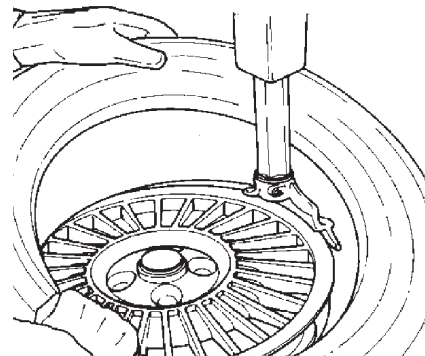

Fig. 4.2-3
B. Verrouiller la plateau tournant et le faire pivoter de manière à ce que la vanne soit à la position 2 heures. Mettre le pneu sur la jante. Incliner la colonne en avant et mettre la tête de montage/démontage en position de travail. (Fig. 4.2-3) Positionner le talon inférieur sur la tête de montage/démontage et SOUS le doigt de montage de la tête de montage/démontage (Fig. 4.2-3). Faire tourner la roue dans le sens des aiguilles d'une montre (pédale droite pressée) tout en poussant simultanément le pneu dans la base creuse, en face de la tête de montage/démontage. Pour cette opération, la position de la pédale 14 RPM peut être utilisée.